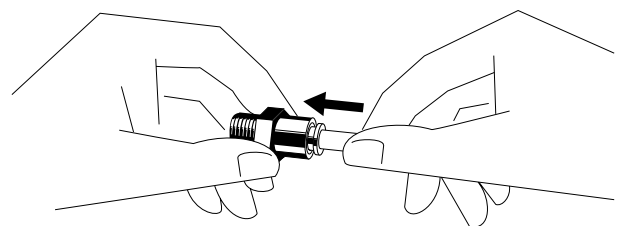

Figura 12
6. Los tubos neumáticos pueden colocarse de nuevo (ver punto b) «Recolocación de los tubos neumáticos», página 11, figura 12).